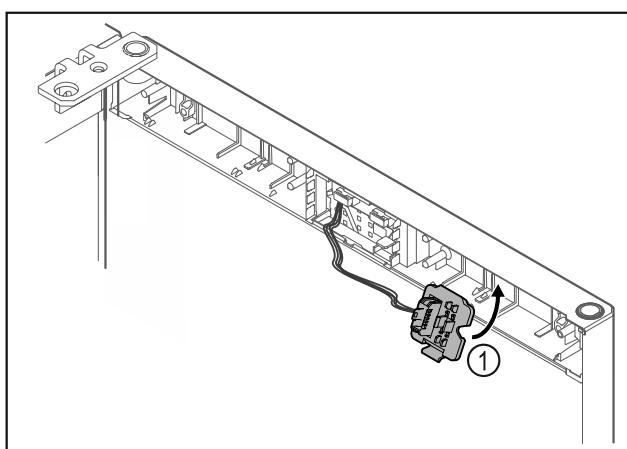

Fig. 19
► Zaistite držiak zástrčky Fig. 19 (1) na opačnej strane.